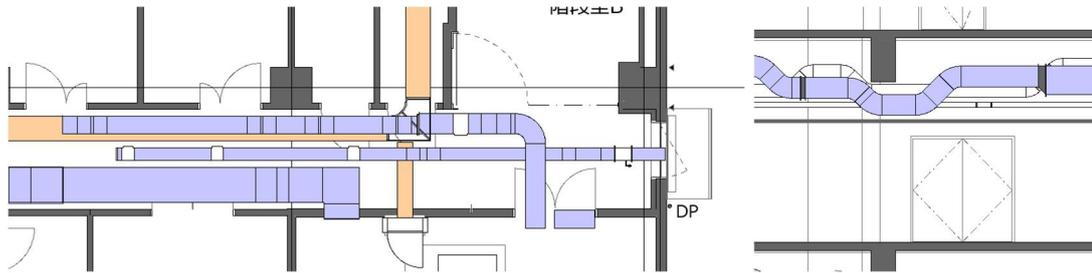

図6 2次元ビューを用いた干渉の確認例
2) 2次元ビューによる確認 (図6)
①の対象箇所について、平面又は断面の2次元ビューを用い、目視により干渉の確認を行う。